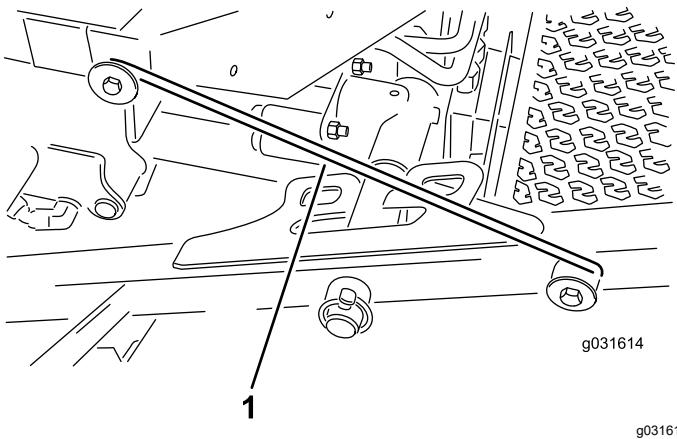

Figura 30
4. Liberte a barra do trinco do retentor do suporte da estrutura frontal (Figura 30).
5. Eleve a parte exterior das plataformas de corte frontais e coloque o trinco sobre o pino da estrutura montado na parte da frente da plataforma do operador (Figura 30).